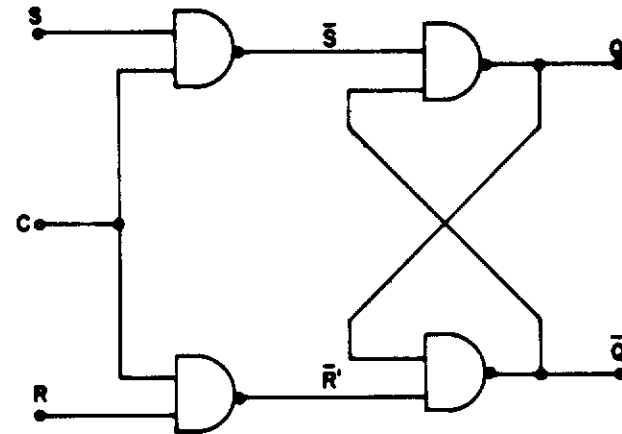

figura 5-5 - FF - SR - NAND sincronizado
No FF-SR-NAND sincronizado os inputs são combinados em portas NAND com o clock (figura 5-5) Com $C = \emptyset$ o FF é desabilitado, resultando $\bar{S}' = \bar{R}' = 1$ independente de S e R, os outputs mantendo o estado anterior. Para $C = 1$ os inputs são habilitados, aparecendo nas saídas de suas respectivas portas níveis dependendo de S e R.
- (1) em A o clock está em \emptyset e o flip-flop recebe no input o nível \emptyset do dado neste instante; entre tanto o output não é alterado porque a porta NAND da entrada está desabilitada por $C = \emptyset$ (veja figura 5-5).